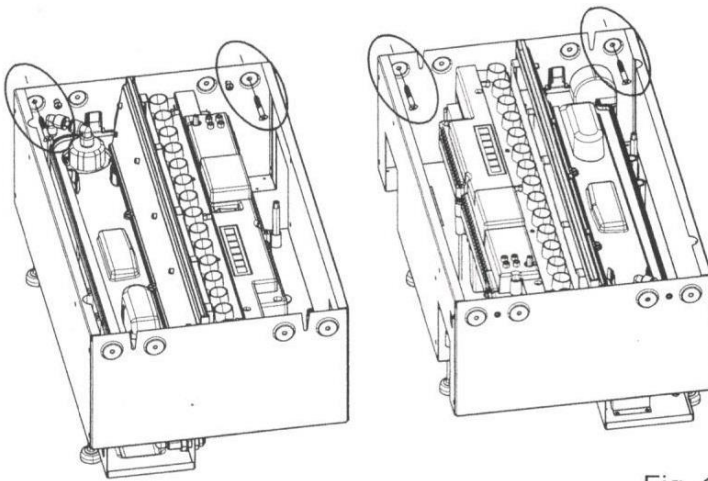

Fig. 11
4. Verwijder de bovenplaat als het product in zijn definitieve positie staat en schroef het product aan de ombouw vast met behulp van de vier bevestigingsgaten, zie fig. 11.